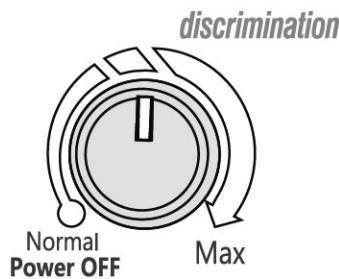

Figura.15
- Impostare DISCRIMINATION sulla posizione "12:00" (Figura.15). Regolare il bilanciamento per far sì che il rilevatore suoni con un tono di ronzio e visualizzi "0"